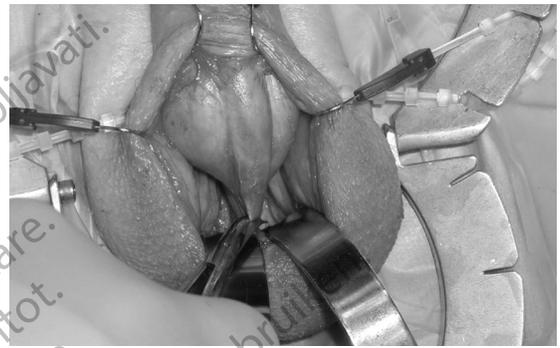

Abbildung 4-17.
6. Das Skrotalseptum wird dann scharf von der bulbären Harnröhre getrennt (**Abbildung 4-17**).